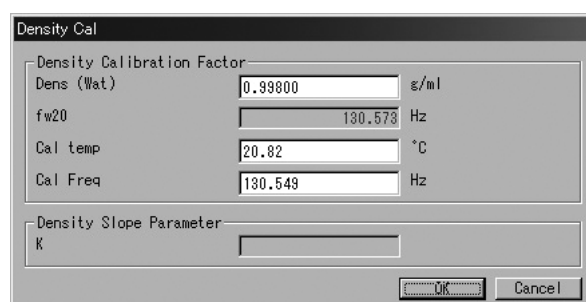

図64
- ① 画面上部メニューの「Setup(S)」をクリックし、「Charize sensor」のドロップダウンリストの中から「Density Cal」を選び再度クリックします。
- ② 図64のようなメッセージボックスが現れます。ここでは密度ファクターを設定します。